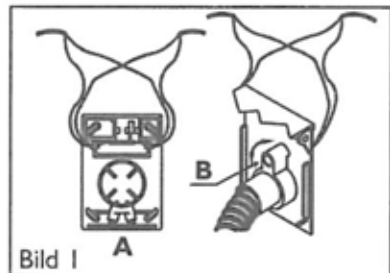

Bild 1
3.1 Magnet -Start [Bild 1]
- Niederspannungskabel ist gemäß der Abbildung 1 (A) installiert
- Die Zentraleinheit startet, wenn der orangefarbene Magnetteil am Saugschlauch gemäß der Abbildung 1 (B) in Richtung Scharniere gedreht wird. Die Zentraleinheit schaltet sich aus, wenn der Magnetteil beiseite gedreht wird.